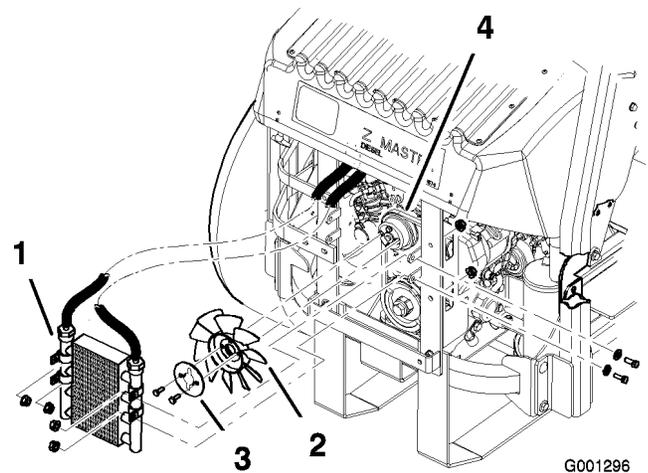

Figure 62
- Enlevez les 4 boulons de fixation du refroidisseur d'huile et placez ce dernier sur le côté (Figure 62).
- Enlevez les 2 boulons qui fixent le ventilateur et la plaque du ventilateur à la machine (Figure 62).
10. Montez le ventilateur et sa plaque sur la machine au moyen des 2 boulons retirés précédemment (Figure 62).
11. Remontez le refroidisseur d'huile au moyen des 4 boulons retirés précédemment (Figure 62).